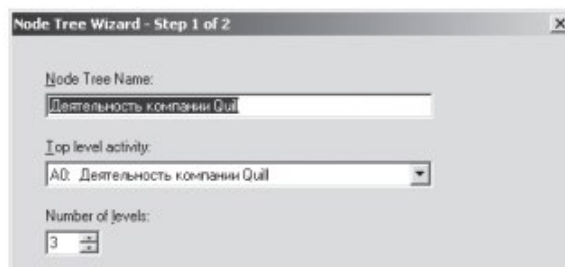

Рис.1. Первый диалог гида Node Tree Wizard
1. Выберите меню Diagram/Add Node Tree. В первом диалоге гида Node Tree Wizard внесите имя диаграммы, укажите диаграмму корня дерева и количество уровней (рис.1).